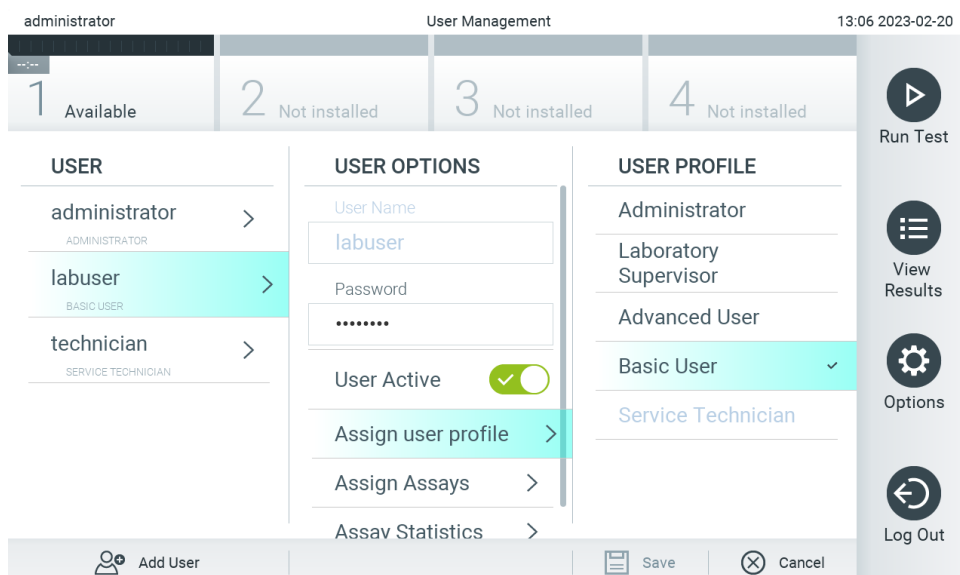

Figura 52. Alocarea profilurilor de utilizator utilizatorilor.
- Assign User Profile (Alocare profil de utilizator): Permite alocarea unui alt profil de utilizator utilizatorului respectiv (de exemplu, Administrator, Laboratory Supervisor (Supraveghetor de laborator), Advanced User (Utilizator avansat), Basic User (Utilizator de bază)). Selectați profilul de utilizator corespunzător din lista din dreapta zonei de conținut (Figura 52).